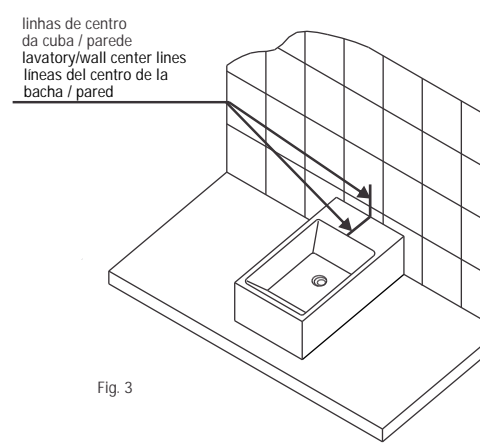

Fig. 3
- 4 Aplicar adesivo silicone nas faces de contato da cuba com o tampo e parede. Pressioná-la contra o tampo e parede, fazendo coincidir as linhas de centro da cuba e parede, conforme fig. 3.
Apply silicone adhesive onto the lavatory/countertop/wal contact faces. Press the lavatory against the countertop and wall, aligning the lavatory/wall center lines, according to fig. 3.
Aplicar cola adhesiva de silicona en la bacha apretando contra la tapa, haciendo coincidir las líneas del centro de la bacha y de la pared de acuerdo a la fig. 3.